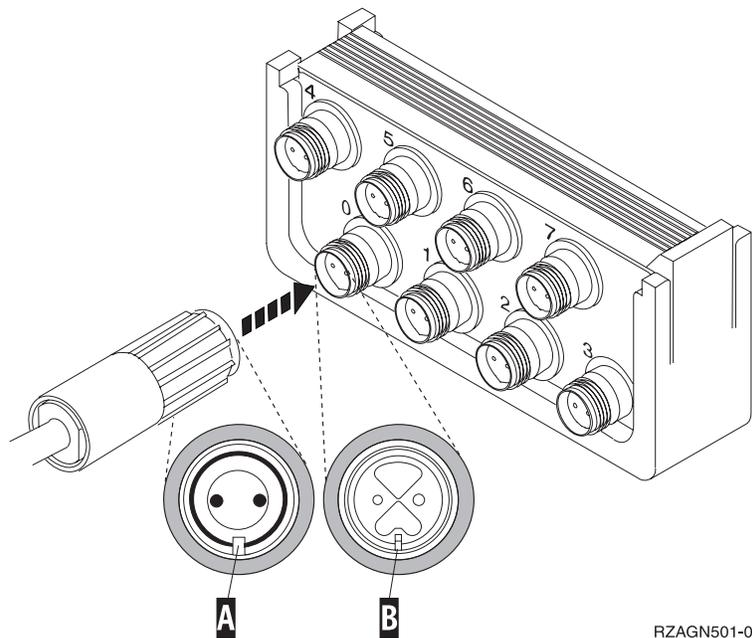

Abbildung 3. Kabel für Systemkonsole anschließen
- ___ 5. Richten Sie den Stift **B** in **Port 0** des Achtfachanschlusses am Twinaxialkabel an der Nut **A** des Anschlusses am Twinaxialkabel (Abb. 3) aus. Drücken Sie Kabelstecker hinein, halten Sie ihn fest, und drehen Sie den äußeren Ring, bis dieser fest sitzt.